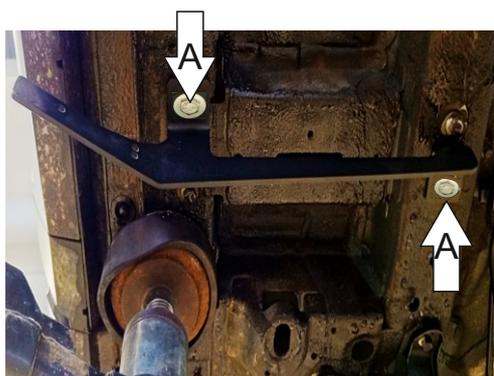

Рис. 2
2. Установить передние кронштейны используя болты M10x30 и шайбы 10 ув., втулки 6 мм для Haval Jolion. (Рис. 2)